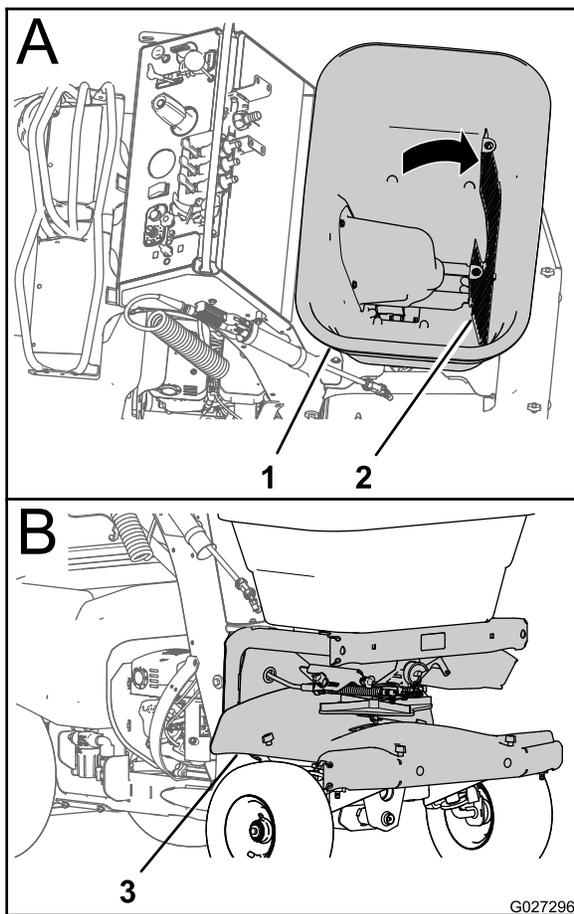

Figura 37
4. Usando una manguera de jardín, pulverice el interior y el exterior del esparcidor completo con agua limpia (Figura 37).
- Gire la rejilla de la tolva hacia abajo (Figura 37).